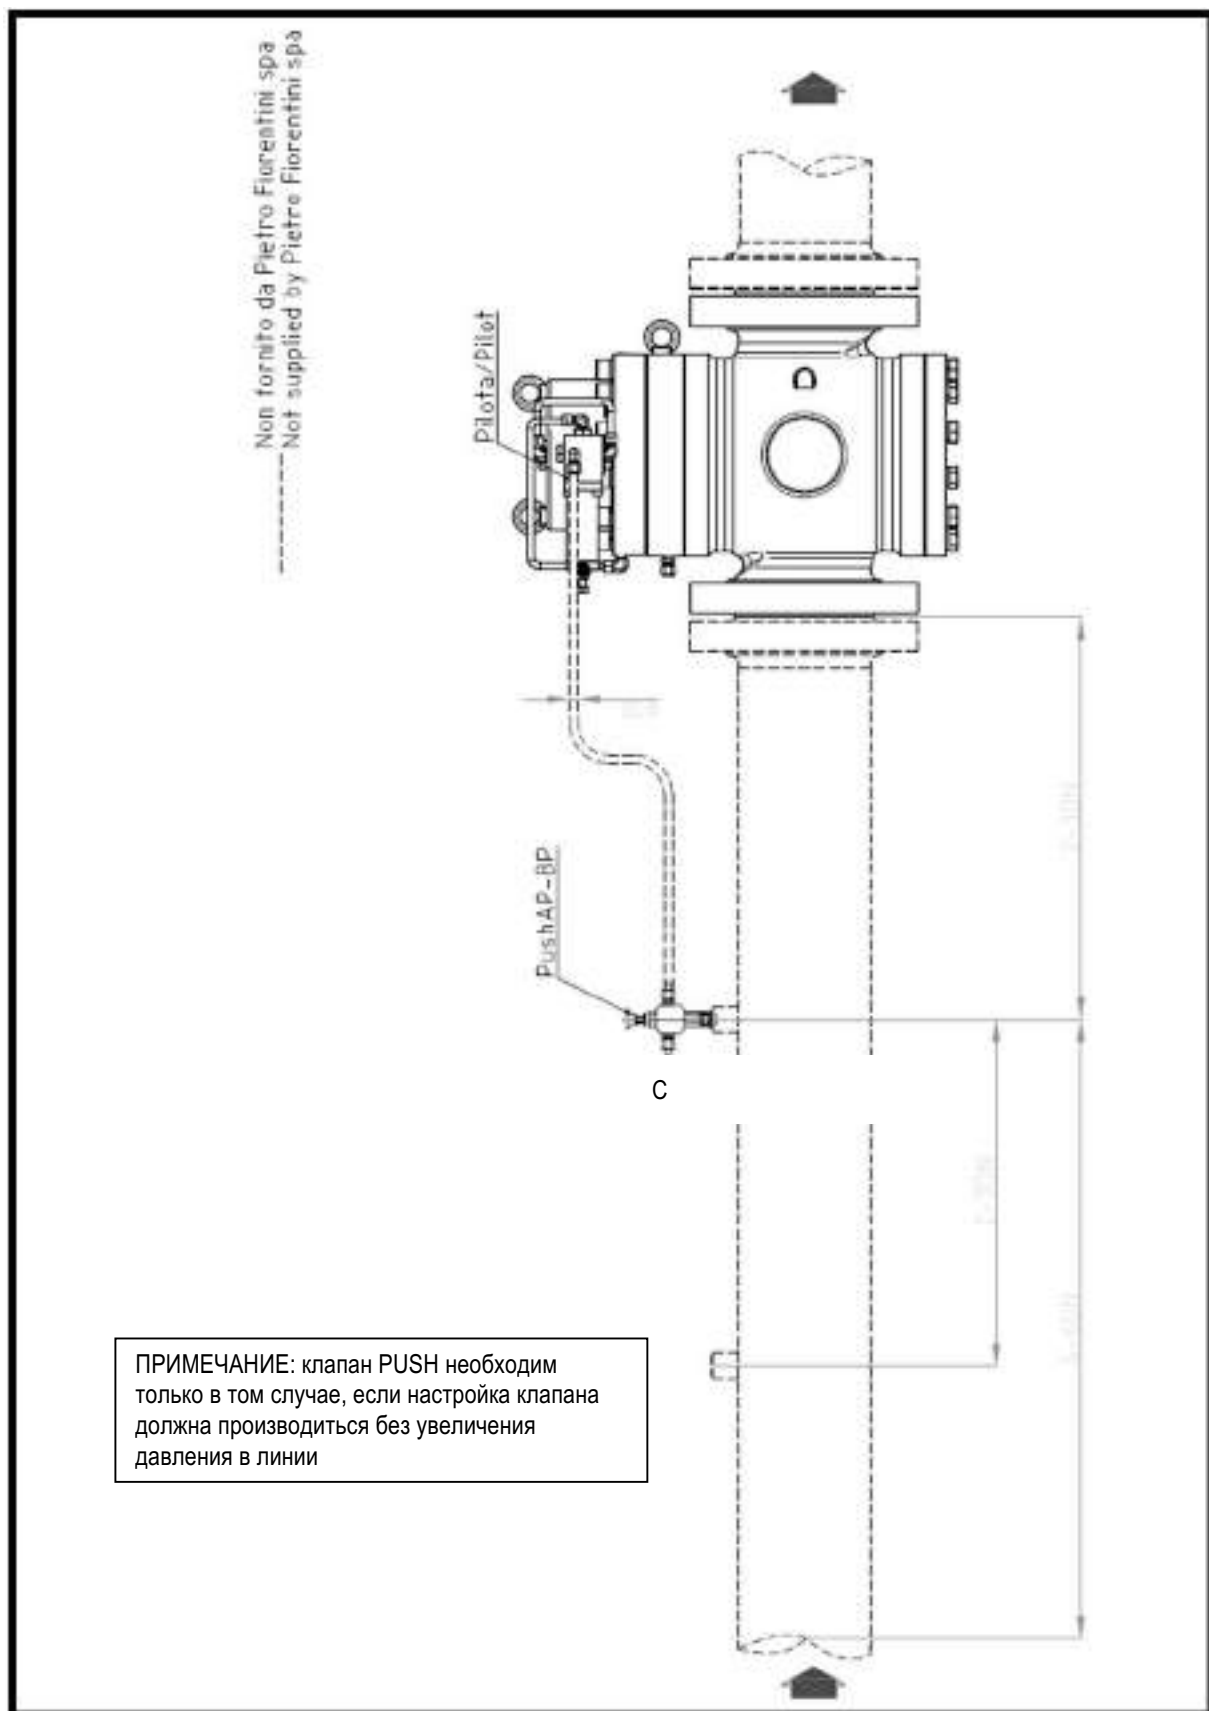

Рисунок 5
3.5 ВВОД В ЭКСПЛУАТАЦИЮ (РИС. 5)